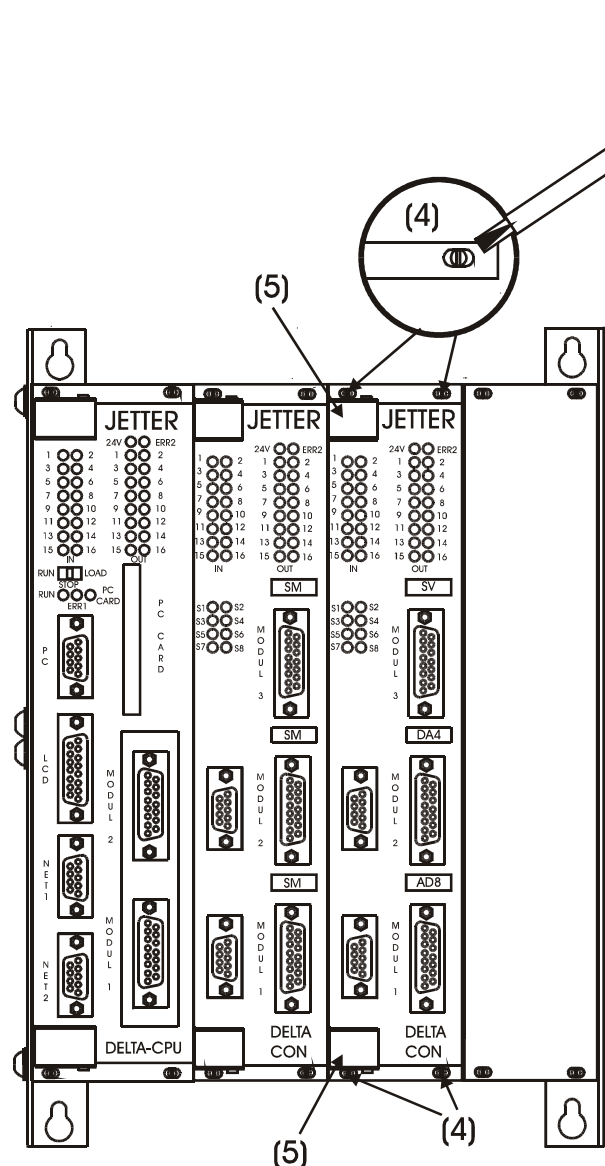

Abb. 36: Frontansicht auf DELTA-Basisgehäuse mit Basismodulen
- Lösen Sie die vier Schrauben (4), die das DELTA PID-Regler-Modul mit dem DELTA-Basisgehäuse verbindet, mit einem Schraubendreher (siehe Abb. 36).
- Ziehen Sie das DELTA PID-Regler-Modul an den beiden Griffen (5) aus dem DELTA-Basisgehäuse (siehe Abb. 36).